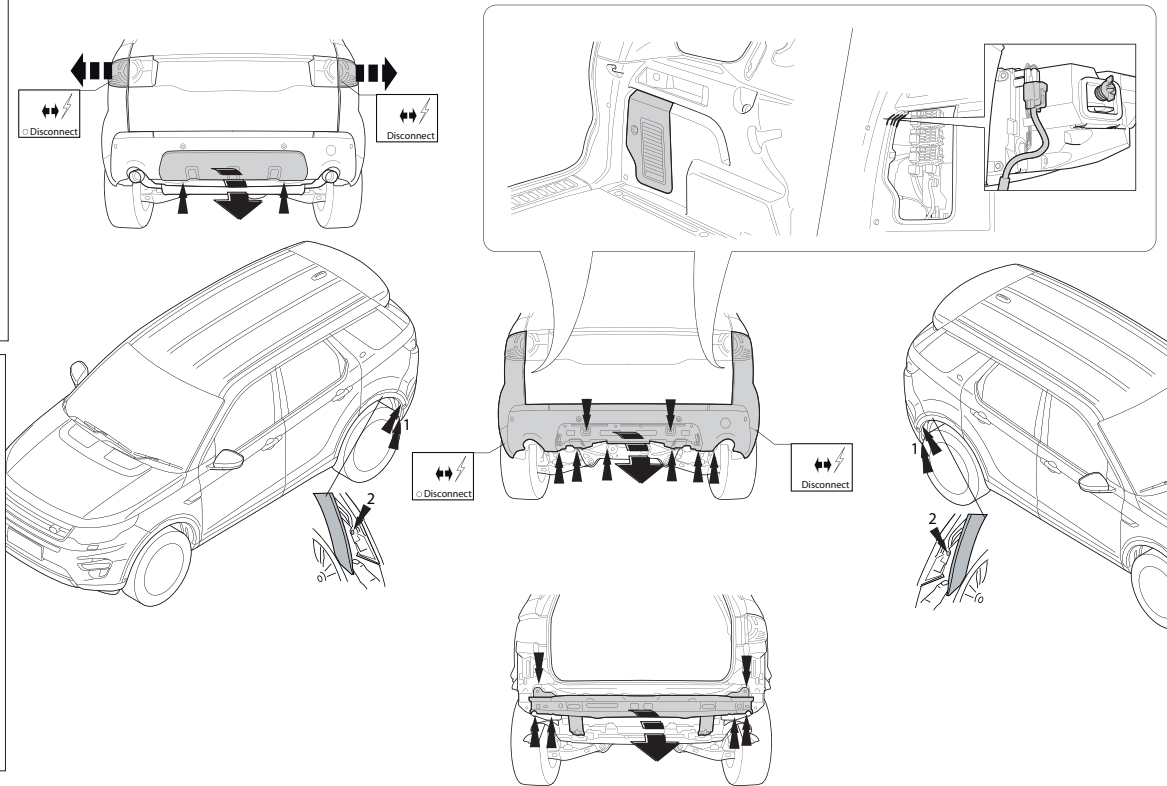

Fig. 1
2. Снять бампер вместе со стальным буферным брусом автомобиля. Буферный брус больше не понадобится. Поставить болты на место. См. рисунок 1.